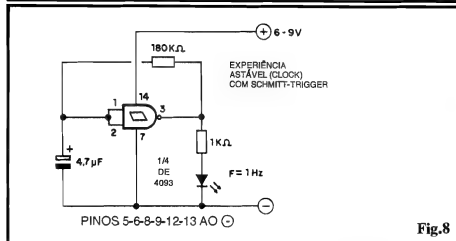

Fig.8
FIG. 8 - (EXPERIÊNCIA) - ASTÁVEL PRÁTICO, COM UM GATE NAND SCHMITT TRIGGER - AI temos um módulo prático, para realização em Proto-Board, de um ASTÁVEL com gate S.T., usando 1/4 de 4093 (um gate NAND de 2 Entradas...). Para monitorar a Saída, usamos o "velho" LED, em série com um resistor de 1K... No caso, o dito resistor tem duas funções distintas e importantes: limitar a Corrente sobre o LED e sobre a própria Saída do gate, e evitar que a dita Saída seja demasiadamente "carregada", o que poderia bloquear a oscilação... Com os valores sugeridos para R e C, respectivamente 180K e 4u7, a Frequência final será de aproximadamente 1 Hz, com o LED nitidamente mostrando um lampejo por segundo, ritmo bastante fácil de acompanhar visualmente... Não esquecer, na Experiência, de manter "aterradas" todas as Entradas dos gates não utilizados do Integrado (pinos 5-6-8-9-12-13...). Diferentes ritmos de "piscagem" poderão ser experimentados, simplesmente alterando-se o valor de C e/ou de R... Não esquecer, porém, que Frequências muito "elevadas" (no caso, maiores do que 10 Hz) não permitirão o acompanhamento puramente visual, já que o olho humano, devido à sua natural persistência
**FIG. 9 - (EXPERIÊNCIA) - UM ASTÁVEL CONTROLADO POR TOQUE (COM "ENTRADA DE AUTORIZAÇÃO").** - Estruturas mais e mais sofisticadas, em desempenho e em facilidades operacionais, podem ser implementadas com os *gates* S.T... No diagrama/exemplo (que também pode facilmente ser reproduzido sobre um *Proto-Board...*), temos duas interessantes "melhorias" sobre o esquema básico do ASTÁVEL, mostrado na figura anterior... A anexação de uma ENTRADA DE AUTORIZAÇÃO e a possibilidade de COMANDO POR TOQUE (basta "encostar o dedo"...). Para entender, primeiramente, o "negócio" da ENTRADA DE AUTORIZAÇÃO, basta recordar a Tabela Verdade dos *gates* NAND (já vista, em "Aula" anterior...). onde constatamos que, estando (num *gate* de 2 entradas, como é o caso...) *uma* ou *ambas* as Entradas, em "0", a Saída apenas pode mostrar "1"... Analisemos, então, o diagrama da fig. 9 (muito parecido com o da fig. 8, já descrito...). Notem que no caso anterior, as duas Entradas estavam "juntadas", configurando um simples inversor, porém agora, apenas *uma* das duas Entradas do *gate* encontra-se ligada aos já mencionados componentes do ASTÁVEL... Já o *pino* 1 ("outra" Entrada...), está normalmente em "0", via resistor de 10M. Com isso (uma das Entradas - *pino* 1, no caso - em "0", a Saída (*pino* 3) mostrará estado fixo
1", considerando-se tal situação como de "repouso" ou "inibição"... Contudo, assim que colocarmos o dito pino 1 (a chamada ENTRADA DE AUTORIZAÇÃO...) em "1", ainda de acordo com a Tabela Verdade do **gate**, o estado da Saída passará a ser - sempre - o **inverso** daquele imposto à outra Entrada (pino 2). Nessa condição, o ASTÁVEL **pode** funcionar, gerando na sua Saída o mesmo trem de pulsos (cerca de 1 Hz...) oferecido pelo circuito da Fig. 8...! Podemos, agora, do controle POR TOQUE (ao "encostar de um dedo"...): lembrar que a elevadíssima impedância de Entrada dos blocos C.MOS permite a polarização das ditas cujas mesmo sob a ínfima Corrente que consegue atravessar a relativamente alta Resistência da pele do dedo de uma pessoa... No caso do circuito/exemplo, a aplicação do dedo sobre os contatos T-T, colocará no local um valor ôhmico seguramente **menor** do que os 10M que polarizam "em repouso" o pino 1 (tipicamente entre 100K e 1M...), com o que o dito pino é imediatamente levado a nível "alto", autorizando o ASTÁVEL... Enfim, na Experiência, com os contatos T-T "livres" (dedo fora...) o LED indicador permanece aceso, firmemente, sem "pisar"... Já com um dedo aplicado sobre os ditos contatos, o LED passa a emitir seus lampejos a intervalos regulares (aproximadamente 1 por segundo, com os valores sugeridos para R e C...!)